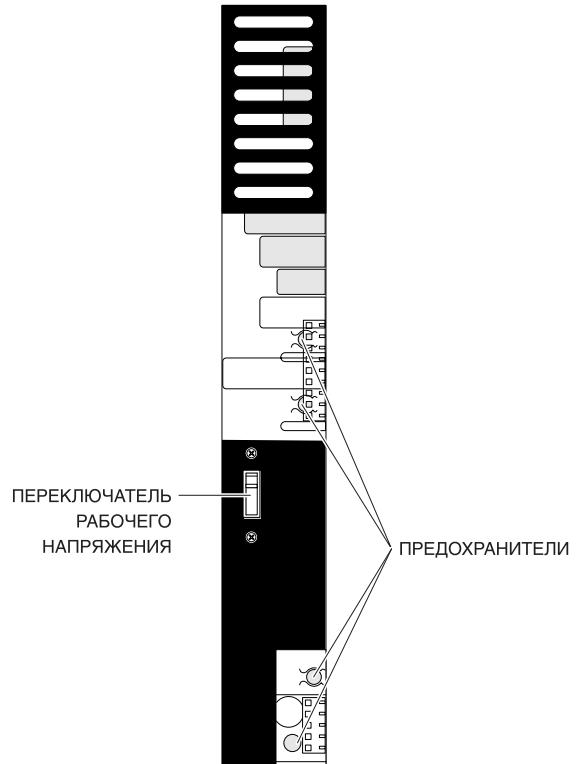

Рис. 2-3 Установка рабочего напряжения
Подключите кабель питания переменного тока к разъему на левой стороне блока. Не включайте питание системы до тех пор, пока в нее не будут установлены все карты и модули. Прикрепите обратно заднюю панель верхнего блока. Перед установкой в систему источника(ов) питания проверьте положение переключателя рабочего напряжения сети переменного тока 110В/220В (по умолчанию установлено 220В, рис. 2-3) в нужное положение. Обязательно проведите работы по заземлению системы (см. раздел "Заземление").
2. Установите верхний блок на нижний так, чтобы совпали крепежные отверстия. Соедините блоки между собой четырьмя крепежными винтами по два спереди и сзади верхнего блока. Установите обратно заднюю панель верхнего блока. Подключите кабель питания переменного тока к разъему на левой стороне нижнего блока и соедините второй разъем этого блока с разъемом питания верхнего блока кабелем питания, поставляемым в комплекте с картой LCP. Не включайте питание системы до тех пор, пока в нее не будут установлены все карты и модули. Перед установкой в систему источника(ов) питания проверьте положение переключателя рабочего напряжения сети переменного тока 110В/220В (по умолчанию установлено 220В, рис. 2-3) в нужное положение.
2. Установите дополнительные блоки на нижний так, чтобы совпали крепежные отверстия. Соедините блоки между собой четырьмя крепежными винтами по два спереди и сзади верхнего блока. Установите обратно задние панели среднего и верхнего блока. Подключите кабель питания переменного тока к разъему на левой стороне нижнего блока и соедините второй разъем этого блока с разъемом питания среднего блока кабелем питания, поставляемым в комплекте с картой LCP, и таким же образом подайте питание к верхнему блоку. Не включайте питание системы до тех пор, пока в нее не будут установлены все карты и модули. Перед установкой в систему источника(ов) питания проверьте положение переключателя рабочего напряжения сети переменного тока 110В/220В (по умолчанию установлено 220В, рис. 2-3) в нужное положение.
В базовый и дополнительные блоки системы необходимо установить источники питания от сети переменного тока PSU-B. Предусмотрена возможность установить два источника питания в один блок. Второй источник необходим, если в блоке задействовано более 56 внутренних портов (см. главу 4 "Подготовка к запуску системы"). Перед установкой в систему источника(ов) питания проверьте положение переключателя рабочего напряжения сети переменного тока 110В/220В (по умолчанию — 220В, рис. 2-3) в нужное положение.